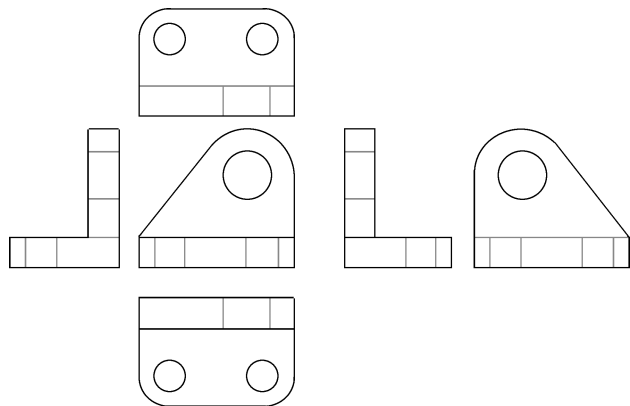

图 10-84 6个基本视图
(14) 选取主视图，按下鼠标右键，在弹出的快捷菜单中选择【插入投影视图】选项，消息区提示“选取绘制视图的中心点”，在主视图下方单击，拾取俯视图中心点，图形区出现俯视图。
(15) 选取主视图，按下鼠标右键，在弹出的快捷菜单中选择【插入投影视图】选项，消息区提示“选取绘制视图的中心点”，在主视图左方单击，拾取右视图中心点，图形区出现右视图。
(16) 选取主视图，按下鼠标右键，在弹出的快捷菜单中选择【插入投影视图】选项，消息区提示“选取绘制视图的中心点”，在主视图上方单击，拾取仰视图中心点，图形区出现仰视图。
(17) 选取左视图，按下鼠标右键，在弹出的快捷菜单中选择【插入投影视图】选项，消息区提示“选取绘制视图的中心点”，在左视图右方单击，拾取后视图中心点，图形区出现后视图，6个基本视图如图 10-84 所示。